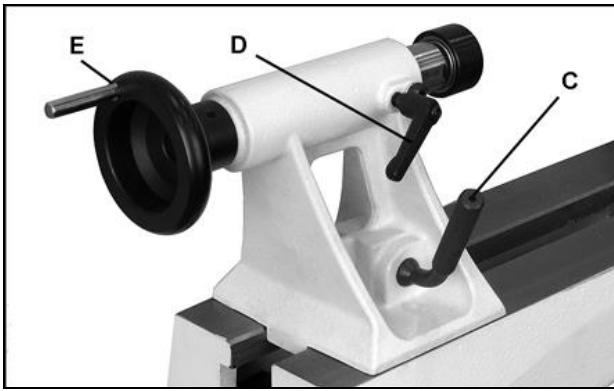

Fig 26
tourner le volant (E, Fig. 26) dans le sens des aiguilles d'une montre pour sortir le fourreau et bloquer le levier de serrage (D).